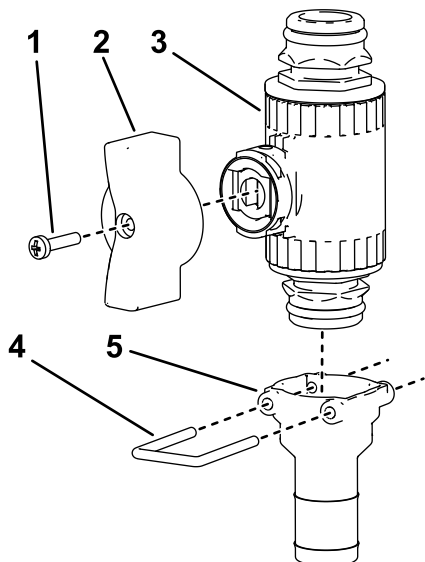

图 26
3. 将翼形手柄和直通接头组装至控制阀图 26。
4. 使用卡环将直通接头组装至控制阀如 图 26所示。